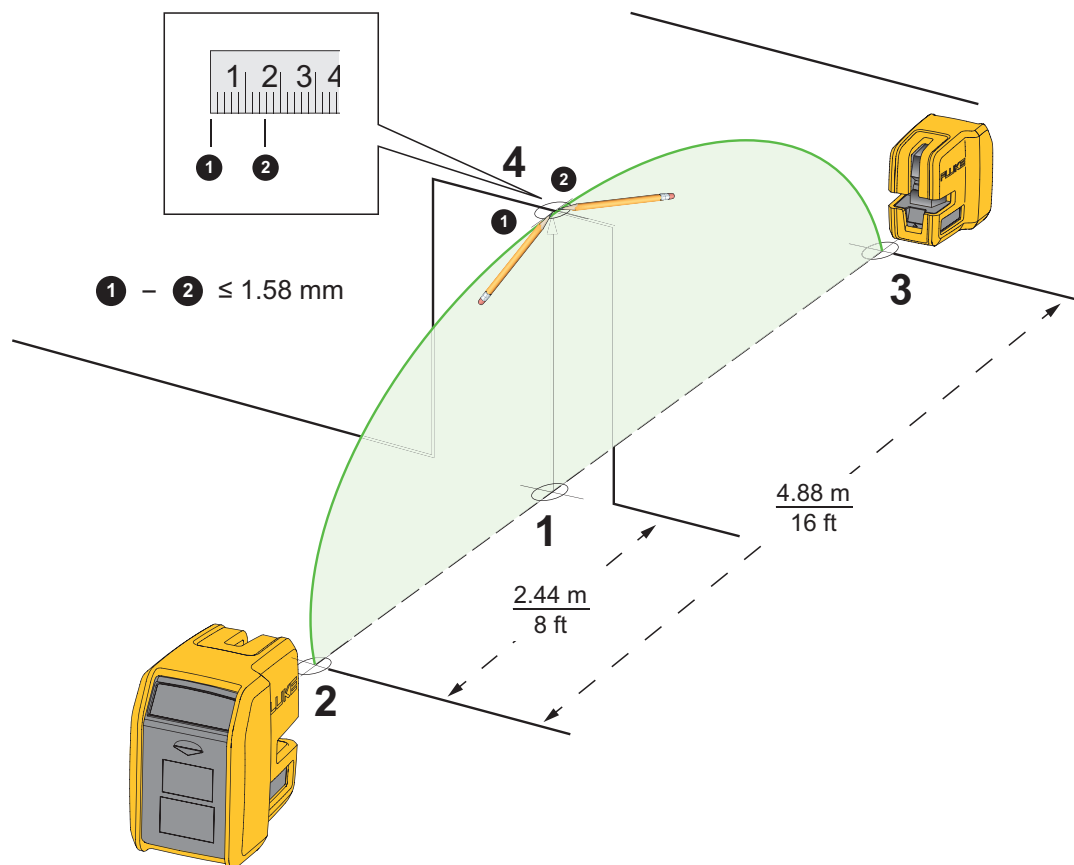

Abbildung 6. Genauigkeit des vertikalen Lasers
2. Mittig unter dem Türsturz eine Kreuzmarkierung (Markierung 1) anbringen. Siehe Abbildung 6.
6. Am Türsturz über Markierung 1 eine Kreuzmarkierung ① anbringen.
8. Am Türsturz über Markierung 1 eine weitere Kreuzmarkierung ② anbringen.